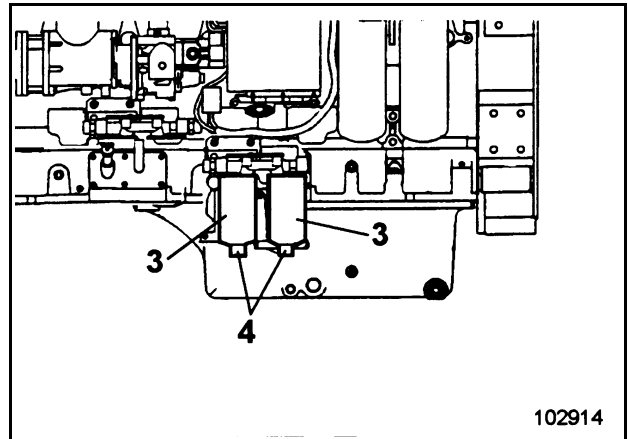

Fig. 3-34
- Filter (3, Fig. 3-34) abschrauben